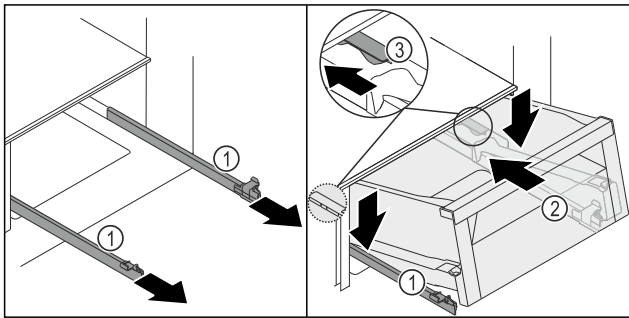
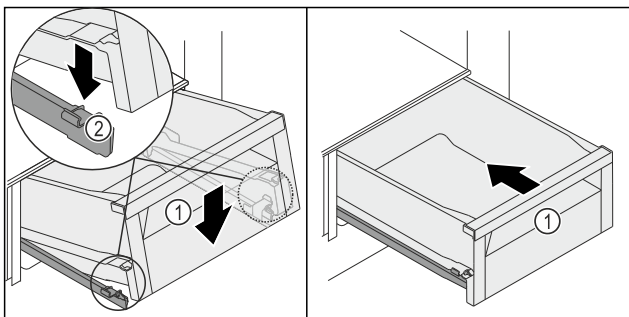

Fig. 95
Fig. 96
- Maintenir les rails Fig. 95 (1) et installer le tiroir Fig. 95 (2) du haut derrière la butée Fig. 95 (3) sur les rails Fig. 95 (1).
- Pousser le tiroir Fig. 95 (2) sur les rails Fig. 95 (1) vers l'arrière jusqu'en butée.
- Abaisser l'avant du tiroir Fig. 95 (2) de manière à insérer le tiroir dans les languettes Fig. 96 (2) à gauche et à droite.
- Vous entendrez le tiroir Fig. 96 (1) s'enclencher.
- Pousser le tiroir Fig. 96 (1).